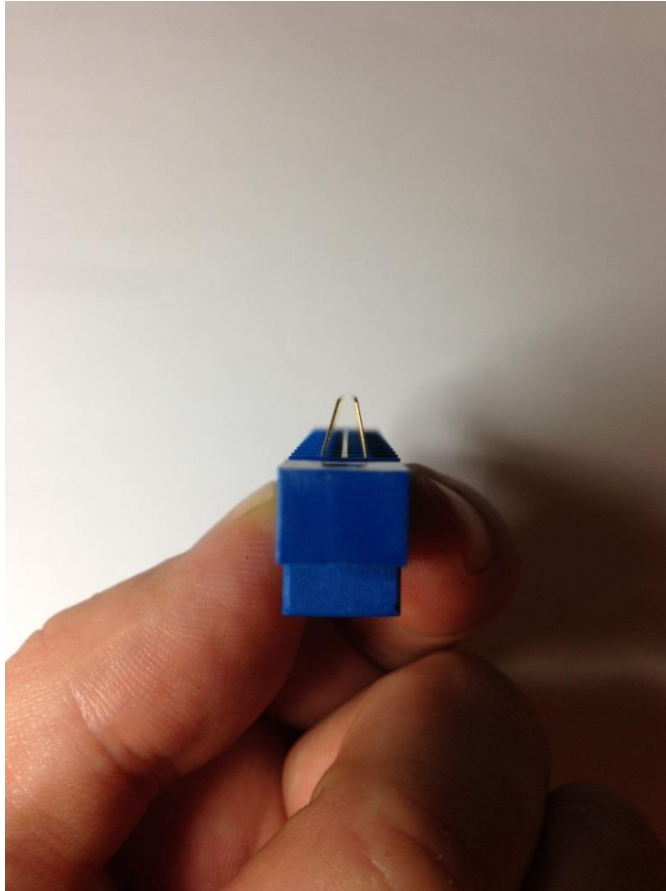

Bild 12
3.1.2. Das gleiche mit der anderen Seite, um einen kleinen Spalt zu erhalten, in dem die Platine hineingeschoben wird (Bild 12).